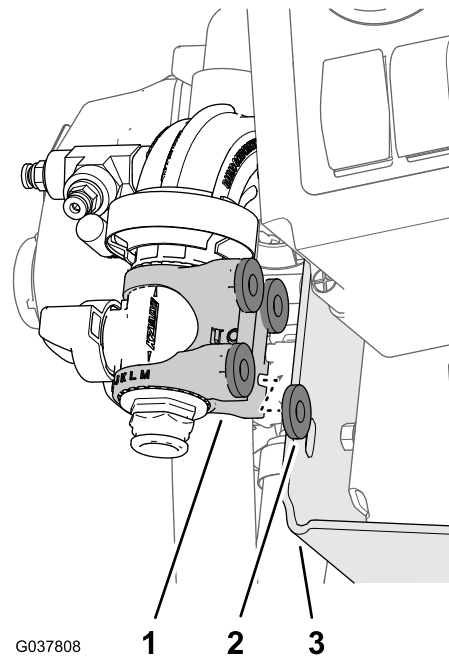

図 91
3. フランジ停止バルブのナイロン製ブラケットとバルブマウントとの間にワッシャ5/16 x 13/16インチ4枚をセットする 図 91。